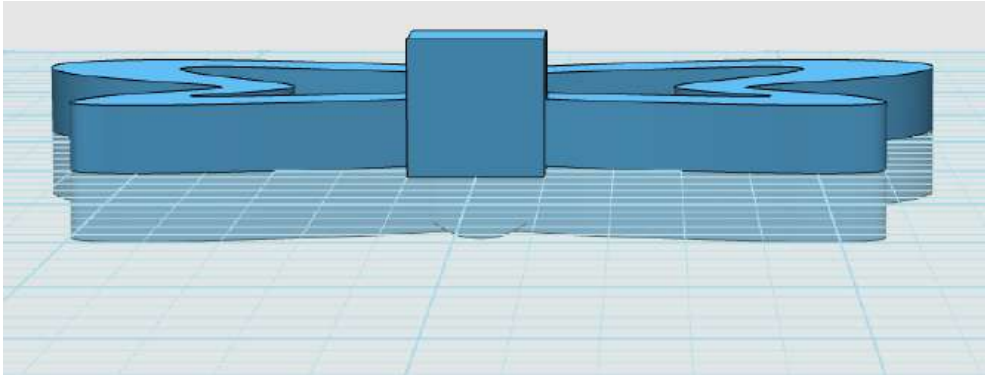

图 1-12
Step 12 删除辅助体。选择大的六面体，然后按键盘上的 Delete 键，即可把圆柱删除，如下图 1-12 所示：